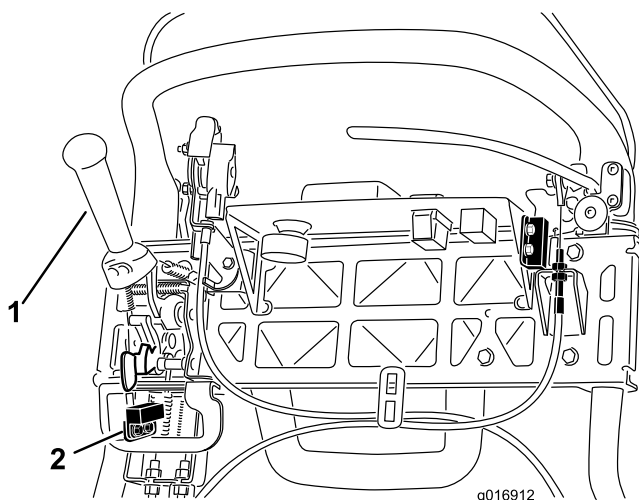

Рисунок 38
4. Ослабьте крепежные детали блокировочного выключателя (Рисунок 38).
5. Установите регулировочную прокладку толщиной 1,6 мм между рычагом тяги и блокировочным выключателем (Рисунок 38).